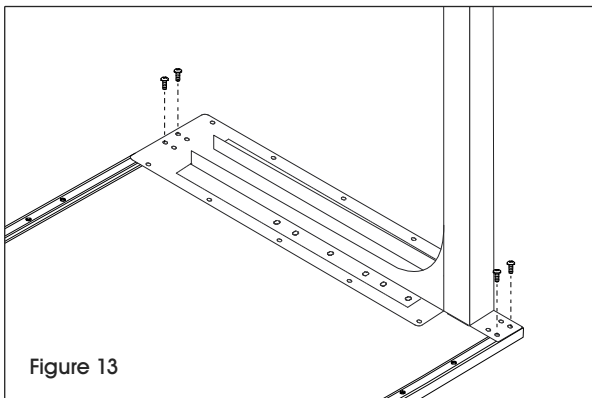

Figure 13
2. Sécurisez le pied en L (14) avec quatre boulons de 1/4 po-20 x 5/8 po. Des douilles filetées sont fournies. (Voir Figure 13)